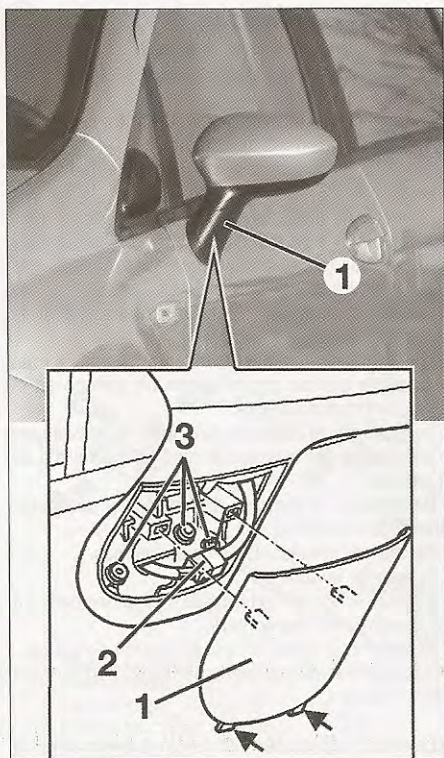

FIG. 52
- Desmontar la tapa (1) con un útil adaptado (fig. 52).
- Desconectar el conector (2).
- Desmontar los tornillos de fijación (3).